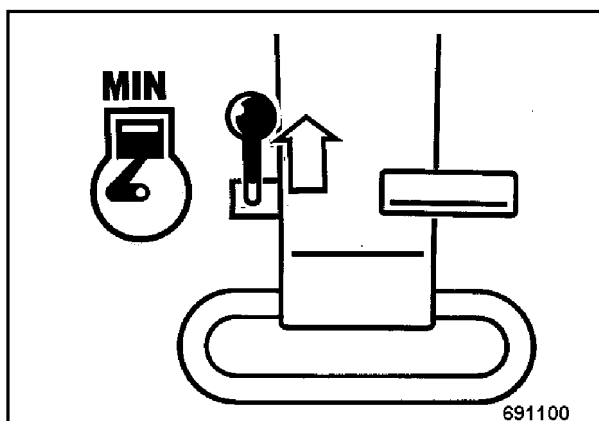

Fig. 2
- Colocar la palanca reguladora de revoluciones (Fig. 2) en posición 'MIN.' (marcha en vacío).